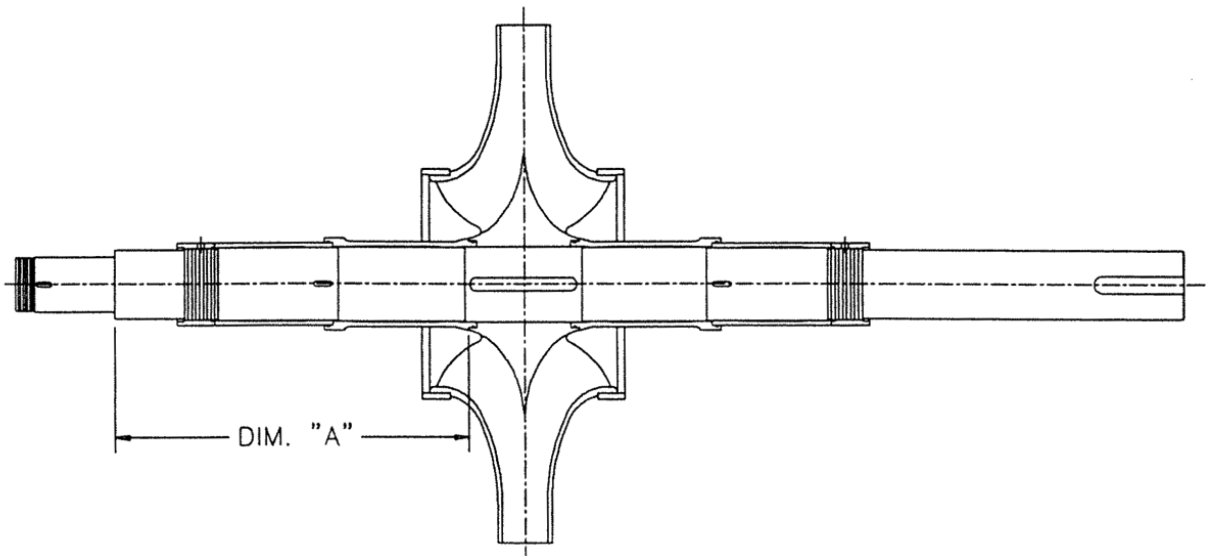

Fig. 14
eje verticalmente y deje que caiga en un bloque de manera algunas veces. El peso del impulsor lo forzará y saldrán las camisas del eje. En caso de que esto no funcione, aplique un poco de presión. Antes de retirar el impulsor, registre la Dimensión "A" de la cara del disco impulsor al cojinete de apoyo (Ver la Fig. 14) para facilitar el montaje.
2. Instale la chaveta en el eje. Usando la Dimensión "A" que registró cuando desmontó, (Vea la Fig. 14) instale el impulsor en el eje.